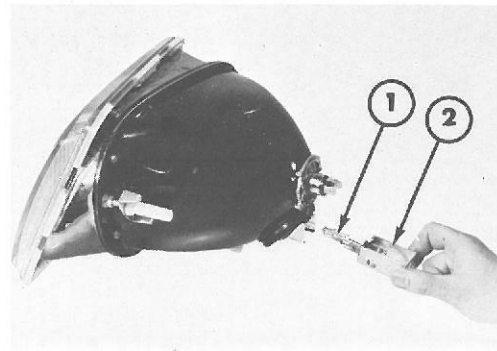

Fig. 33 1. Jodlampe
B. *Udskiftning af lamper* (fig. 33):
Fig. 33 bis